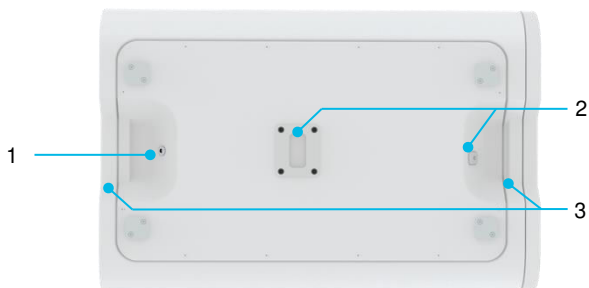

Figura 5 Vista dal basso del Kidney Assist Transport
- Collegare il cavo di alimentazione esterno al dispositivo sollevandolo leggermente e inserire la spina di alimentazione nel raccordo nella parte inferiore del dispositivo (Figura 5, voce 1). NOTA: il dispositivo non ricaricherà le batterie quando è collegato alla rete; le batterie devono essere ricaricate separatamente nell'apposito caricabatterie (vedere sezione 2.9).